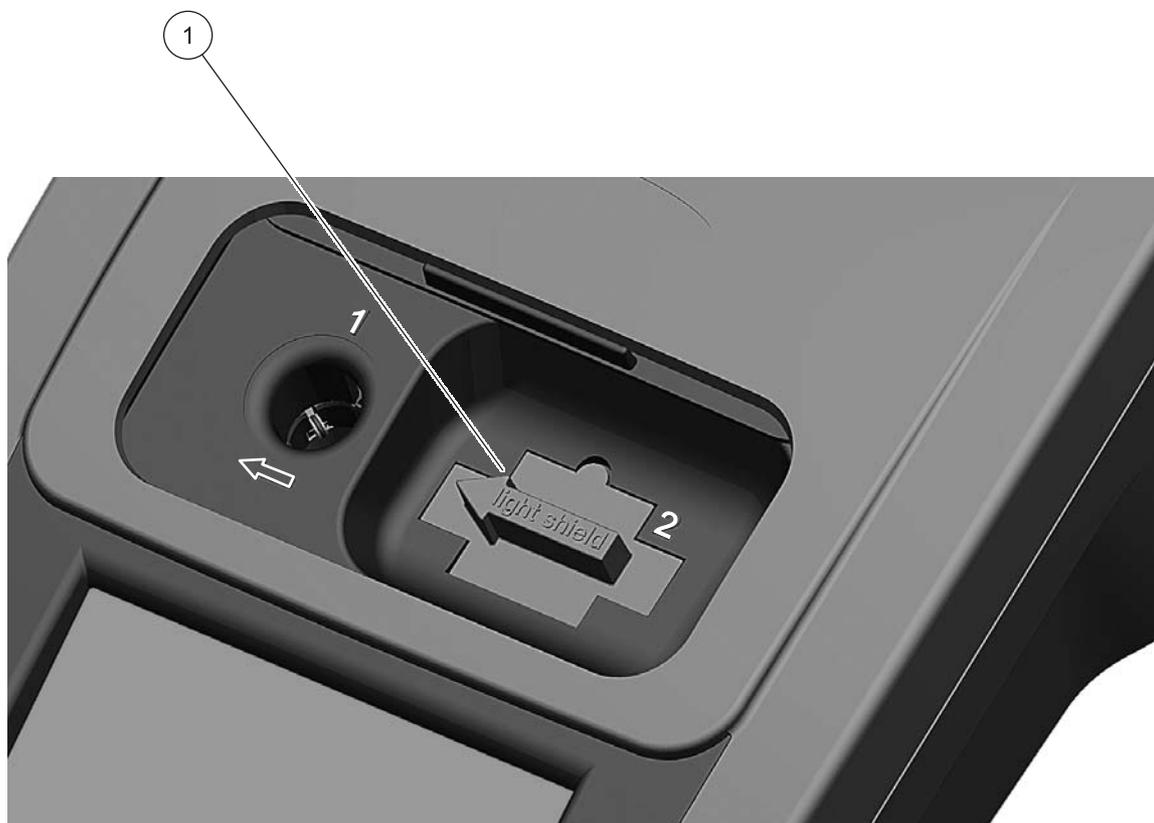

Figure 5 Ecran protecteur de lumière installé
2. Insérez l'écran protecteur de lumière en dirigeant la flèche vers la gauche et en veillant à ce que l'onglet d'orientation vienne s'enclencher dans la fente d'ouverture du compartiment (Figure 5).